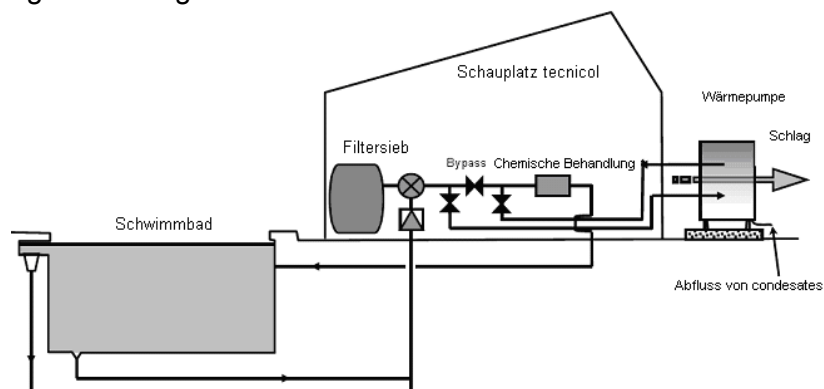

Abbildung 6: Typische Anordnung der Komponenten des Wasserkreislaufs.
- Bypassventil im Wasserkreislauf, siehe Abbildung 6.
Der Mindestwasserdurchsatz am Einlass der Wärmepumpe darf nicht unter dem für das betreffende Modell geforderten liegen, siehe **Abschnitt 3**. Bei einer Anordnung der Anlage, wie auf **Abbildung 6** gezeigt, ist es möglich, den Wasserdurchsatz mit dem Bypassventil zu regeln.